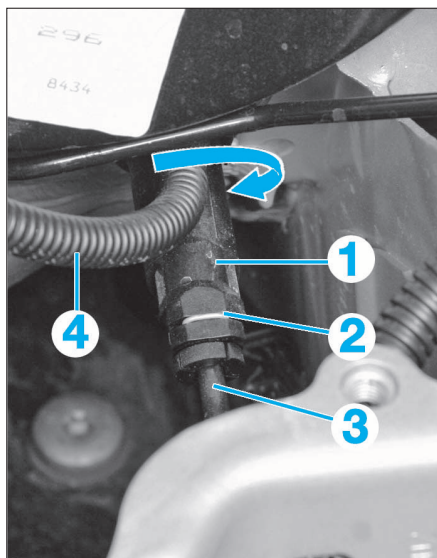

FIG. 8
- Déverrouiller l'agrafe (2) (Fig.8).
- le tuyau (3)
- le tuyau (4)
- Obturer le tuyau (4).
- Déverrouiller le cylindre émetteur d'embrayage (1) par rotation (suivant flèche) puis le déposer.